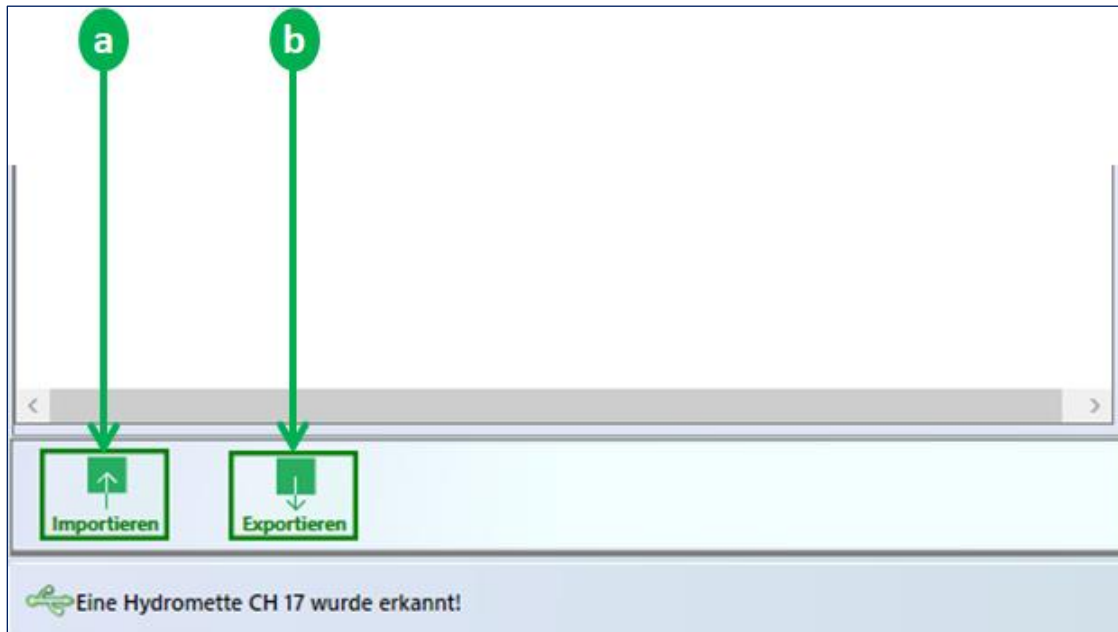

Abbildung 9-4: Exportieren/Importieren eines Projektordners
Um zu einem Projektelement in der Liste zu wechseln, haben Sie drei Möglichkeiten: (1) Klicken Sie auf den Knoten der Baumansicht (a in Abbildung 9-4), (2) doppelklicken Sie auf eines der Projektelemente, oder (3) klicken Sie auf die Schaltfläche b in Abbildung 9-4. Die